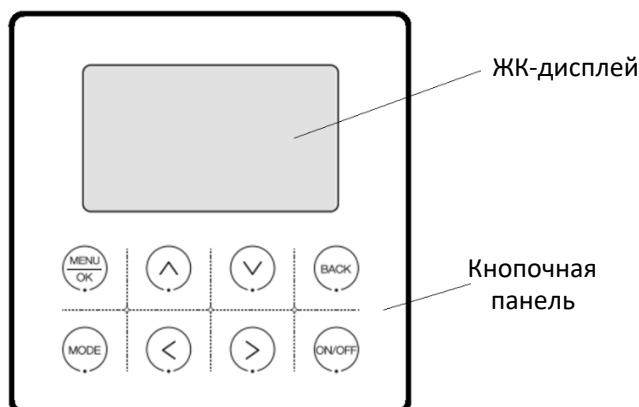

Рис.8.1
8.1 Управление тепловым насосом производится проводным сенсорным контроллером (рис.8.1).